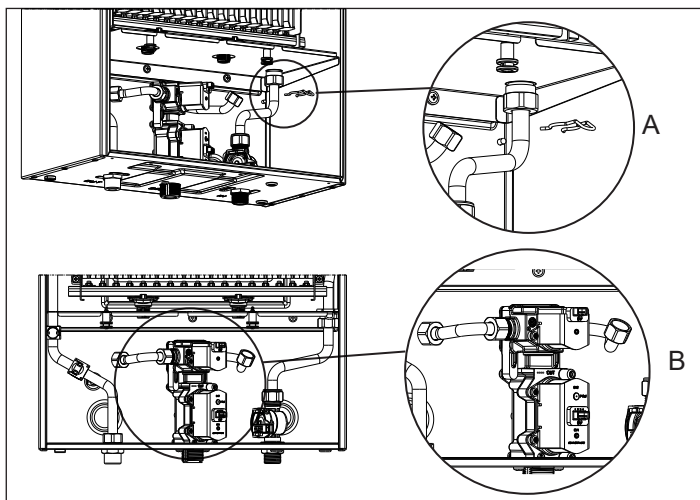

Fig. 14 - Smontaggio bruciatore
- Sfilare la molletta posizionata sulla rampa acqua fredda (particolare A fig. 14)
- Scollegare le rampe del gas e sfilarle (particolare B fig. 14)